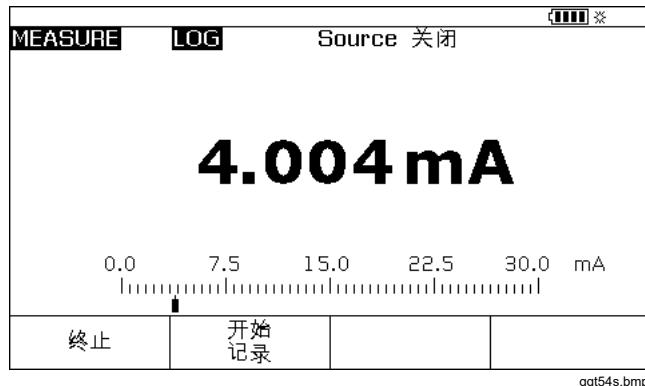

图 39. 开始记录屏幕
9. 按完成 (Done) 功能键。显示屏变为图 39 所示的屏幕。